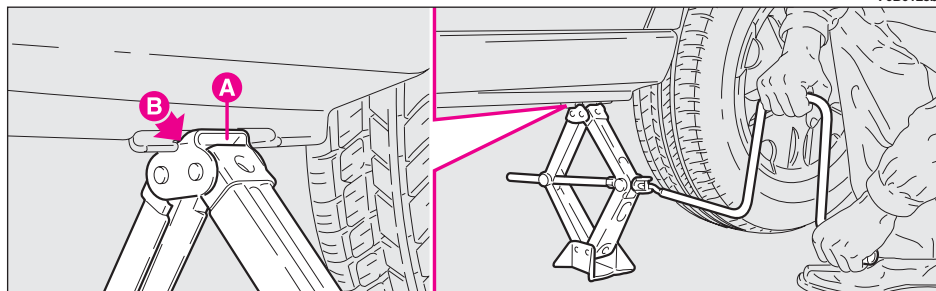

fig. 8
14) Assicurarsi che la scanalatura **A**-fig. 8 del cric sia inserita correttamente sull'aletta **B** del longherone.